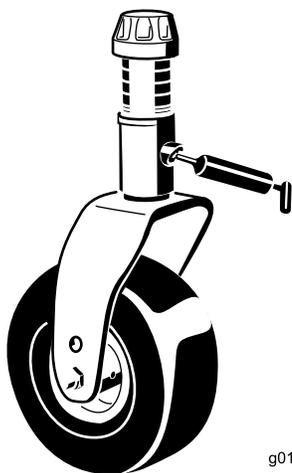

Figure 19
- Bagues d'axe de fourche de roue pivotante (4)(Figure 19)